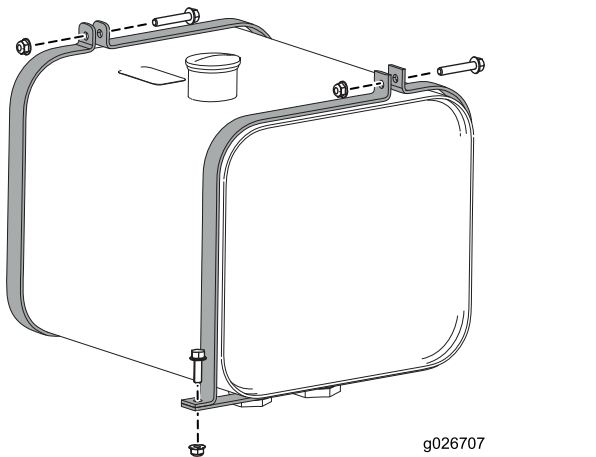

Рисунок 47
8. Ослабьте хомуты гидравлического бака и снимите гидравлический бак с машины (**Рисунок 47**).